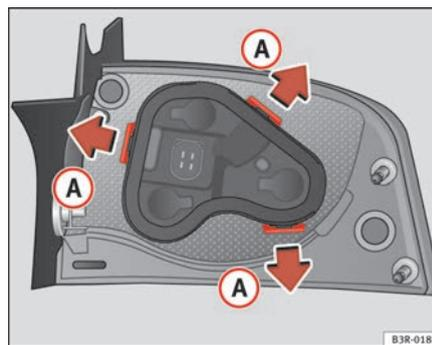

Fig. 210 Linguetas de fixação na parte posterior da unidade de luz traseira
- Desbloqueie as linguetas de fixação ⇒ fig. 210 ①.